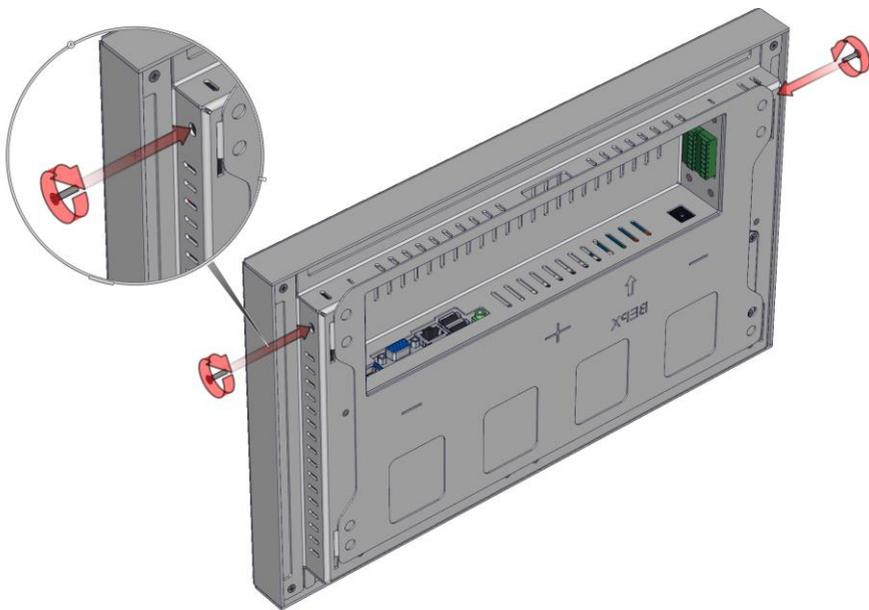

Рисунок 11.2 Фиксирование Устройства на крепежном кронштейне
4. Зафиксировать винтами Устройство на крепежном кронштейне (рис. 11.2).